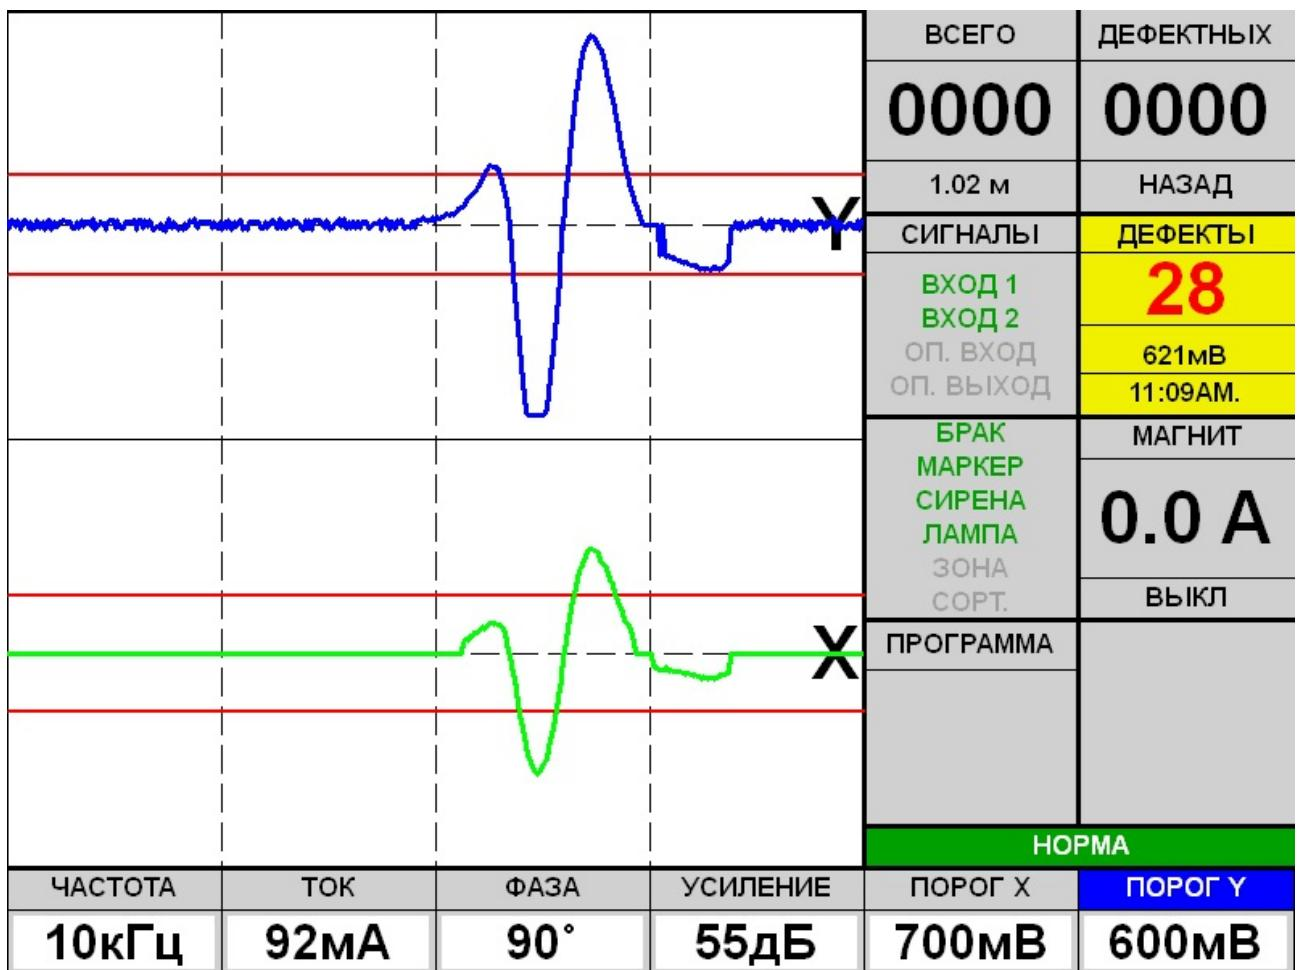

Рис. 7.3. Изображение на дисплее дефектоскопа
7.8. Включить дефектоскоп нажатием красной клавиши на передней панели электронного блока. Через некоторое время произойдет загрузка программы с параметрами контроля, установленными до последнего выключения, и на дисплее появится картинка, представленная на рис. 7.3.
Примечание: На рис.7.3 представлено отображение сигнала вихревокового преобразователя в виде временной развертки. Возможно также отображение сигнала в виде комплексной плоскости.